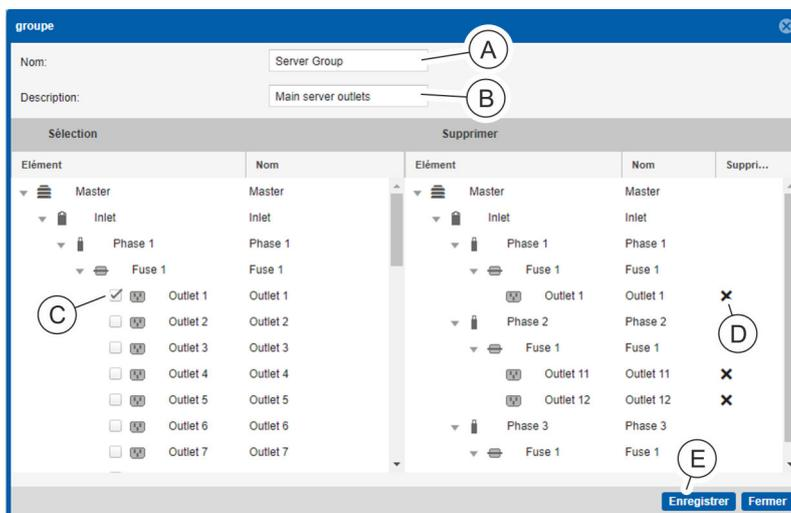

Fig. 113 : Fenêtre « Groupe »
4. ➔ Dans la fenêtre « Groupe », ajouter une désignation (Fig. 113 /A) et, si nécessaire, une description (Fig. 113 /B) pour le groupe.
5. ➔ Sélectionner les prises dans la colonne de gauche en cochant les cases correspondantes (Fig. 113 /C).
6. ➔ Si nécessaire, supprimer des prises en appuyant sur le bouton X (Fig. 113 /D) dans la colonne de droite.
7. ➔ Appuyer sur le bouton « Enregistrer » pour enregistrer un groupe de prises (Fig. 113 /E).